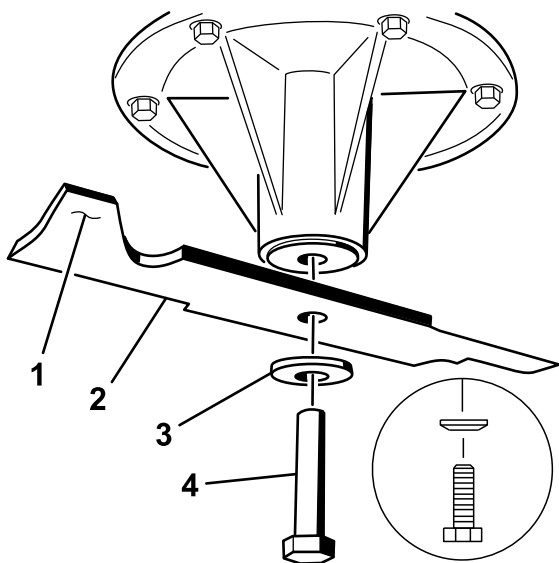

Figure 79
2. Placez la lame sur l'axe (Figure 79).
3. Montez la rondelle bombée et le boulon de lame (Figure 79).
**Remarque:** Le cône de la rondelle bombée doit être dirigé vers la tête du boulon (Figure 79).